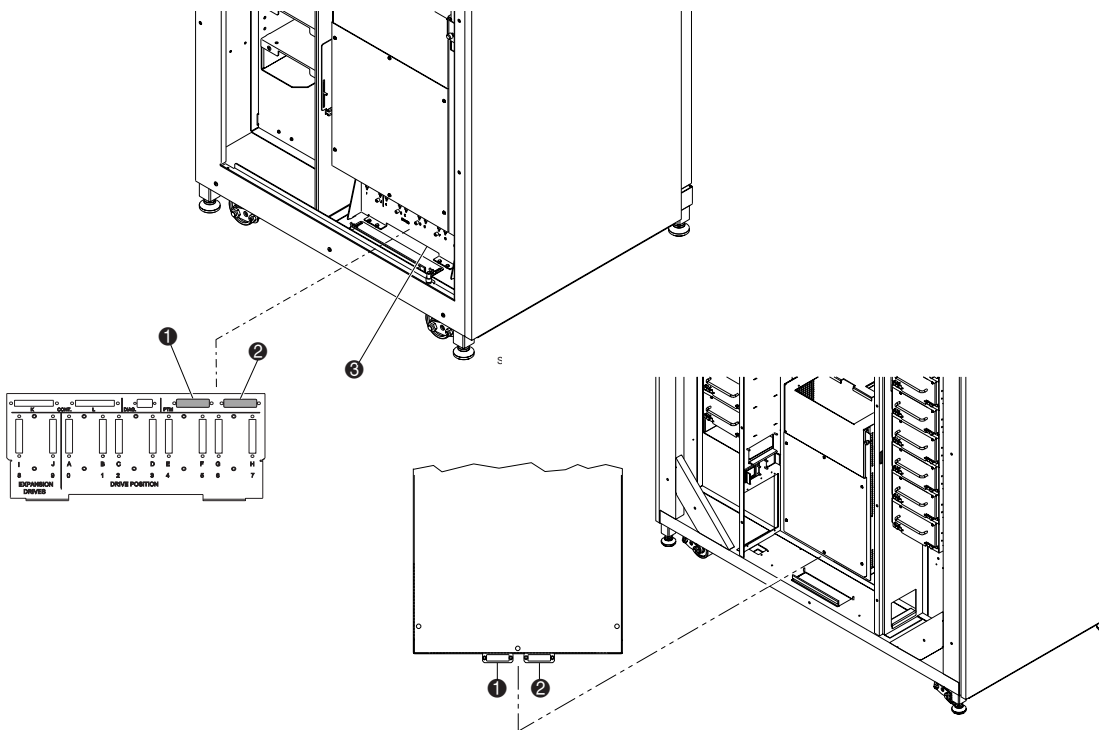

Figure 2-19. Emplacements des connecteurs du PTM
2. Localisez les connecteurs QSPI en bas du châssis PCI (voir la Figure 2-19).